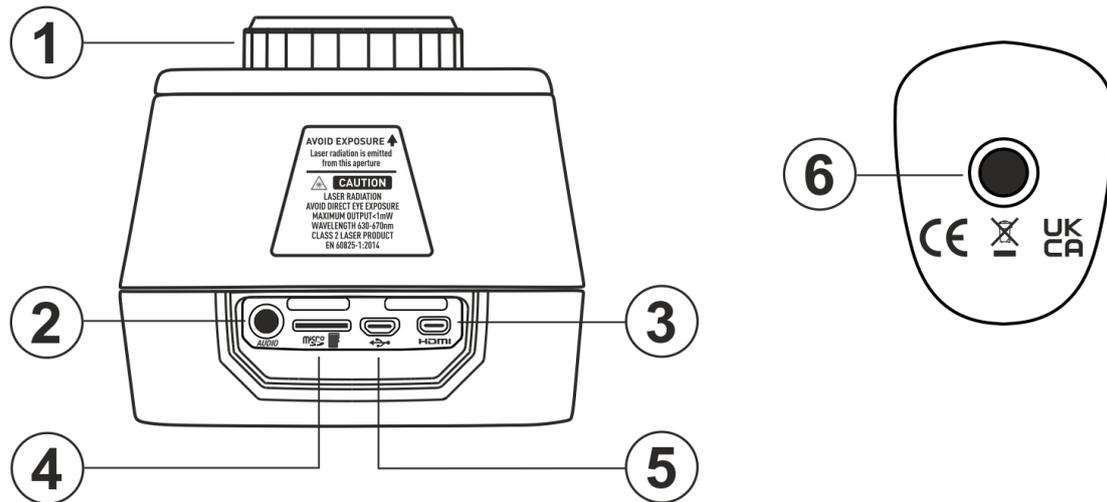

Fig. 4: Descrição parte superior e inferior do instrumento
1. Pressione a tecla por **2 segundos** para ligar o instrumento. Após a exibição do ecrã inicial (ver Fig. 4 - lado esquerdo), o instrumento precisa de um certo tempo de aquecimento (cerca de 30s) para fornecer medições de temperatura precisas e imagens de qualidade.
2. O instrumento mostra inicialmente a imagem visível por alguns segundos e a mensagem "IR Calibration..." a fim de calibrar corretamente o sensor interno (ver Fig. 4 - parte central)
3. Após alguns segundos, a imagem IR é exibida no dispositivo e o instrumento está pronto para a campanha de medição (ver Fig. 4 - lado direito)